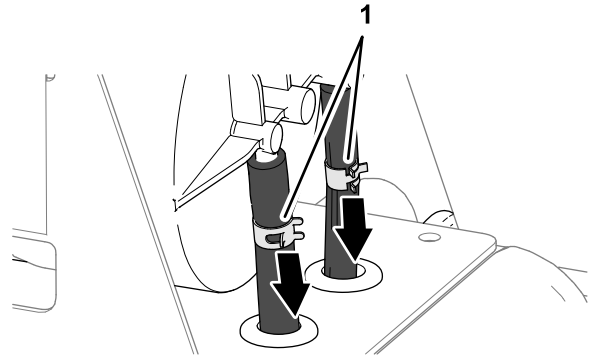

Figura 81
3. Allentate le 2 fascette stringitubo che fissano i flessibili ai raccordi del canister a carboni attivi (Figura 81).